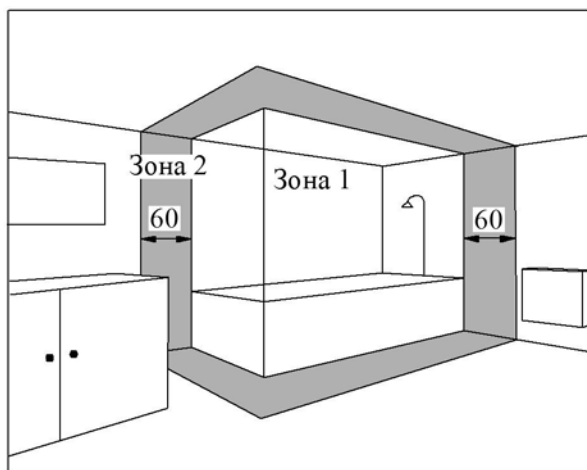

Рис.4 Пример установки конвектора (IP24) в помещениях с повышенной влажностью
5.1.5 Конвекторы с каплебрызгозащищённым исполнением оболочки (IP24) допускается устанавливать в помещениях с повышенной влажностью (ванных комнатах, душевых, бассейнах (см. рис.4)).